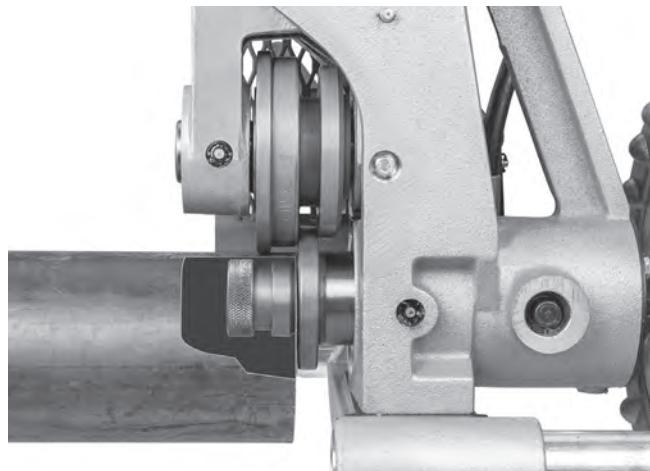

Abbildung 12 - Auflegen des Rohrs über die Antriebswelle, bündig mit dem Antriebswellenflansch (Stabilisator zur Verdeutlichung nicht abgebildet)
- Zur Abstützung des Rohres müssen geeignete Rohrständen vorhanden sein. Stellen Sie die Höhe der Rohrstände so ein, dass das Rohr waagerecht liegt und der obere Innendurchmesser des Rohrs auf der Antriebsrolle sitzt (*siehe Abbildung 12*).
- Legen Sie das Rohr auf den/die Ständer, wobei das Rohrende bündig mit dem Antriebswellenflansch abschließt und die Innenseite des Rohrs die Oberseite der Antriebswelle berührt (*Abbildung 12*). Vergewissern Sie sich, dass das Rohr stabil und sicher liegt.